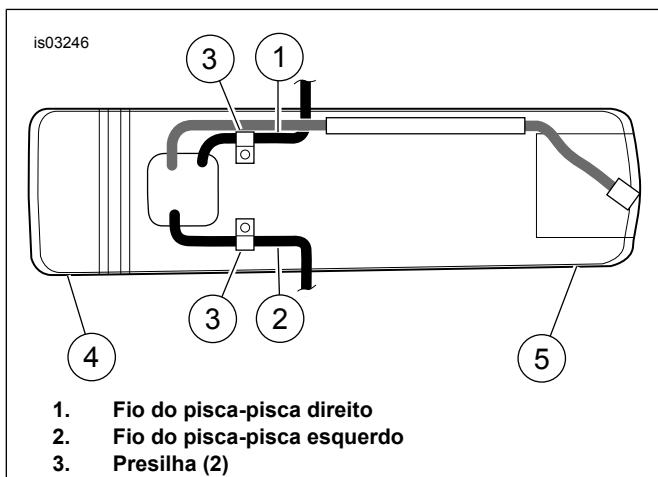

Figura 4. Fios e presilhas do pisca-pisca (vistos por baixo e por dentro do pára-lama traseiro)
6. Veja a Figura 4. Remova a fiação do pisca-pisca (1, 2) das presilhas (3) sob a traseira do pára-lama.
3. Veja a Figura 4. Prenda a fiação do pisca-pisca dentro do pára-lama traseiro usando a presilha.